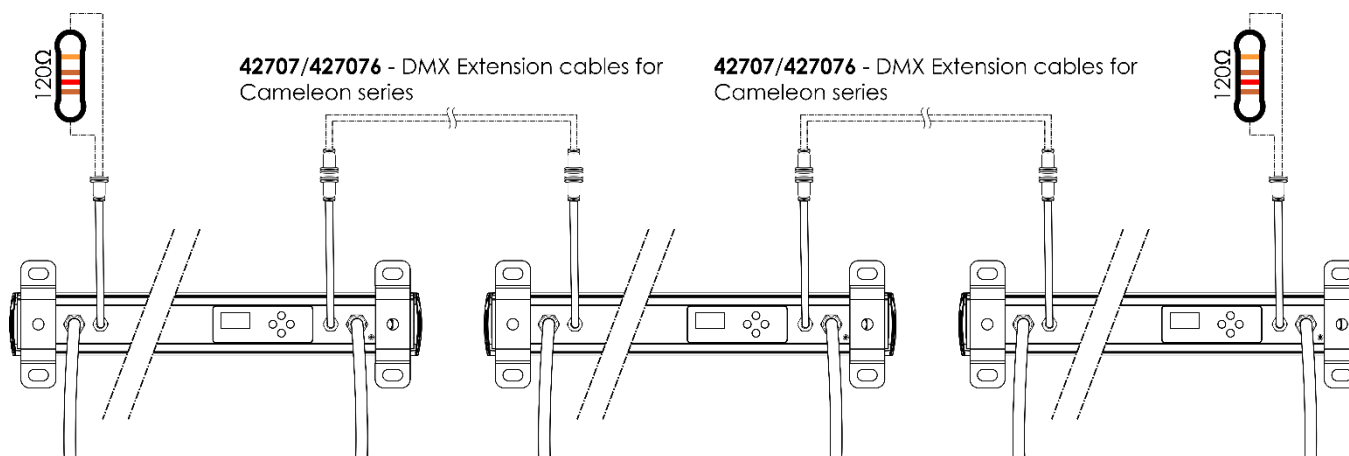

Fig. 03
- 04) Collegare le unità come indicato nella fig. 03. Collegare la presa DMX "out" della prima unità alla presa DMX "in" della seconda unità, servendosi di un cavo-prolunga DMX 42707/427076. Collegare la seconda e la terza unità servendosi del cavo prolunga DMX 42707/427076.